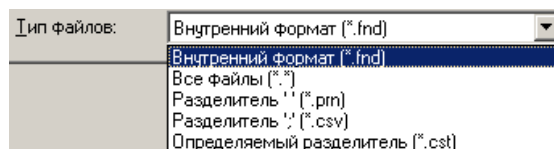

Рис. 4.7 Форматы загрузки данных.
**Открыть**, которая вызывает диалоговое окно загрузки данных в следующих форматах (рис. 4.7). Форматы (\*.prn) и (\*.csv) могут быть созданы в табличном редакторе, например MS Excel.